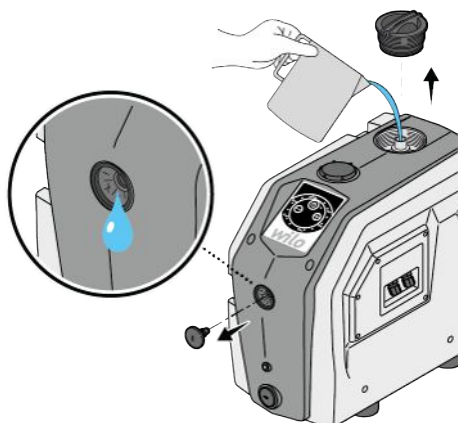

Fig. 9: Betöltés
- Töltse fel a terméket vízzel (kb. 1,5 l), amíg a víz ki nem folyik a szellőzőnyíláson (Fig. 9).